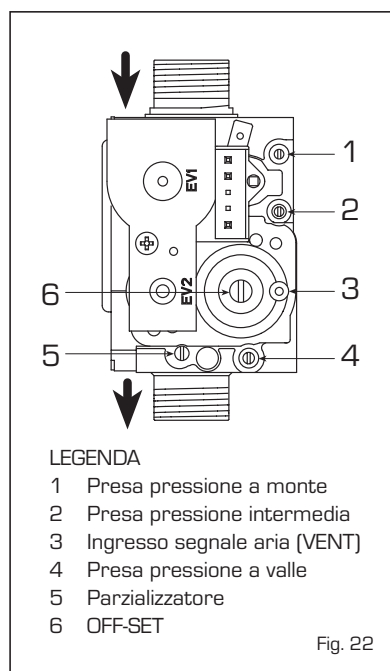
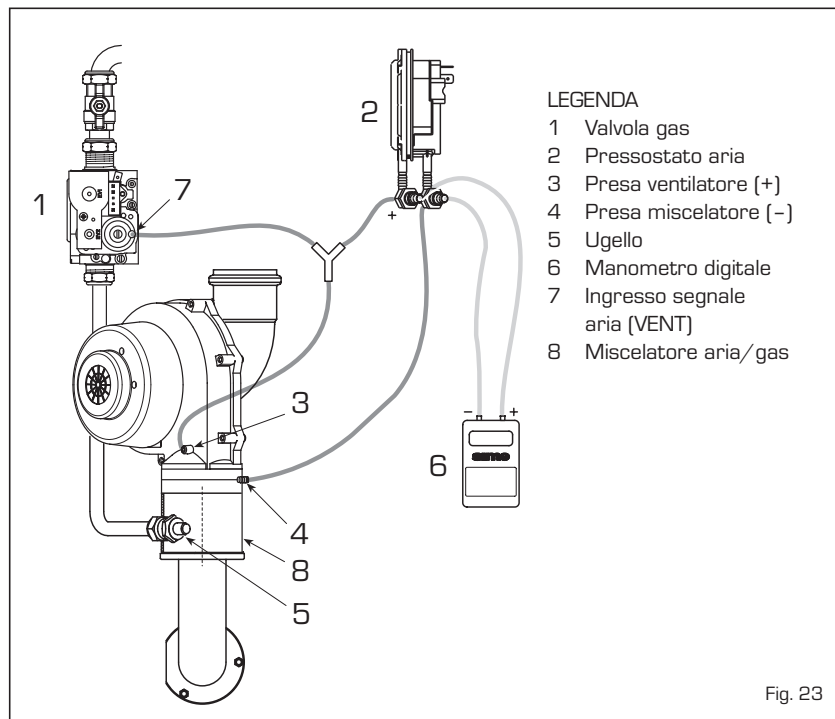

Fig. 22
Fig. 23
La caldaia è prodotta di serie con valvola gas modello SIT 848 SIGMA (fig. 22).
rando il "Δp aria" impiegando un manometro digitale collegato come indicato in fig. 23.
* Il "Δp aria" è misurato con caldaia in funzione impiegando un manometro differenziale collegato come indicato in fig. 23.
- Sostituire l'ugello con relative guarnizioni (5 fig. 23) fornito nel kit.
Misurare il valore del " Δp aria" (fig. 23) e determinare il " Δp gas" corrispondente come da diagramma (fig. 27). Misurare il valore del " Δp gas" effettivo (fig. 26) e, se necessario, agire su OFF-SET (6 fig. 22) per avvicinarsi il più possibile al valore riportato sul diagramma: per aumentare il " Δp gas" ruotare la vite in senso orario, per diminuirlo in senso antiorario.
Misurare il valore del " Δp gas" effettivo (fig. 26) e, se necessario, agire sul parzializzatore (5 fig. 22) per avvicinarsi il più possibile al valore riportato sul diagramma (fig. 27). Verificare nuovamente il valore di taratura potenza minima riscaldamento (punto A).